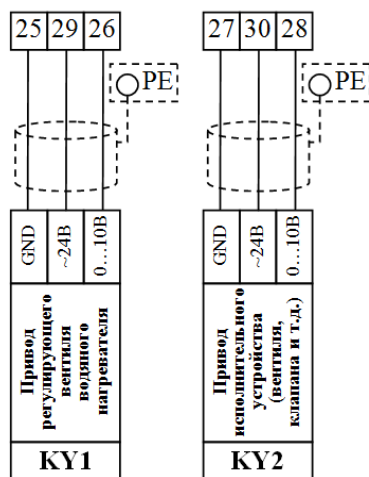

Рис. 12
- Кабель питания и управления от привода регулирующего вентиля водяного нагревателя (водяного нагревателя первой ступени) подключить к клеммам модуля 25 и 29 (питание ~24В) и клемме 26 (управляющий сигнал 0...10В). См. рис. 12.
подключить (см. рис. 12):